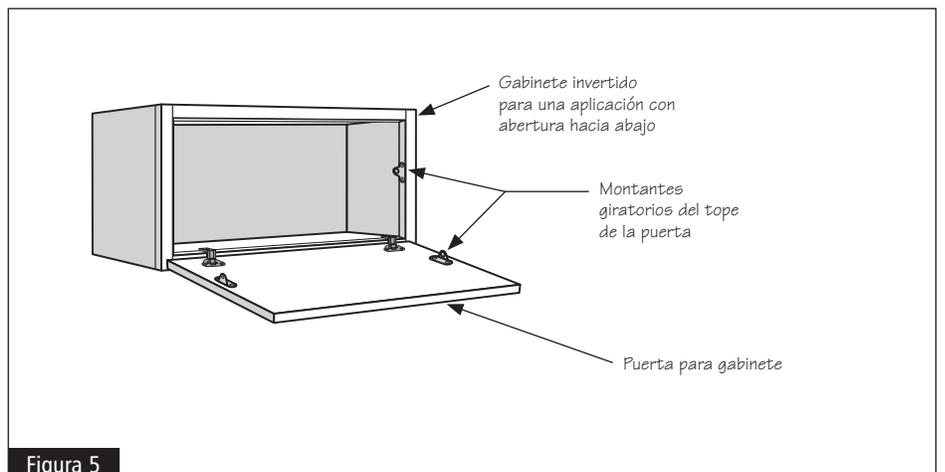

Figura 5
**4** Gire el gabinete en 180° de manera que la puerta se abra hacia abajo. Consulte la figura 5.